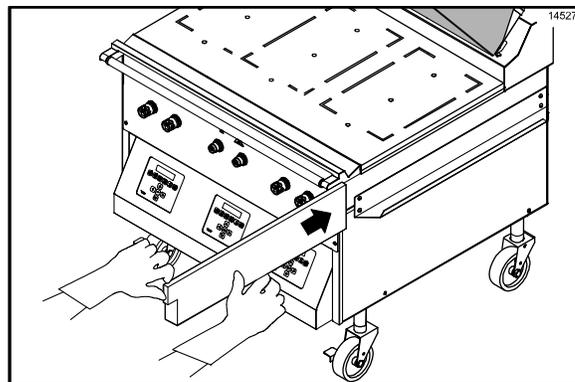

Figura 71
44. Vuelva a instalar las bandejas para grasa. (Vea la figura 71.)